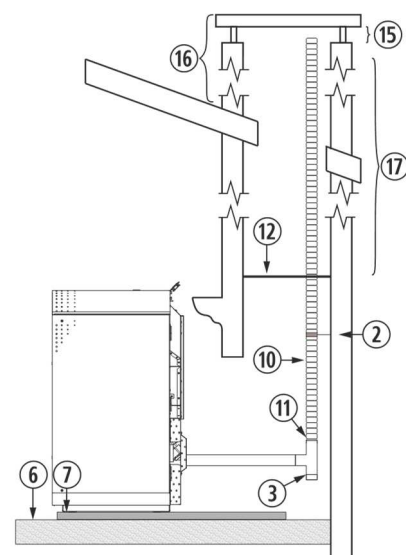

Figura 10
4.28. A instalação de um encastrável numa chaminé de obra pode ser feita em toda a sua totalidade em tubo flexível, tal como indicado na *figura 10*. Devemos ter especial cuidado na hora de realizar o isolamento entre a chaminé e o tubo da saída de gases para evitar possíveis retrocessos de gases em caso de tempestade.